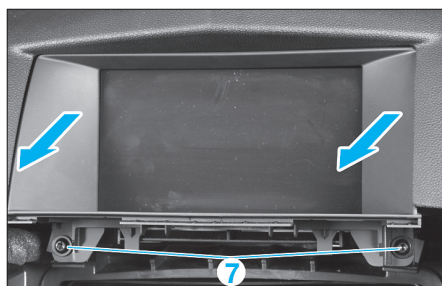

FIG. 28
- les deux vis de fixation (7) de l'écran d'affichage multimédia (fig. 28).